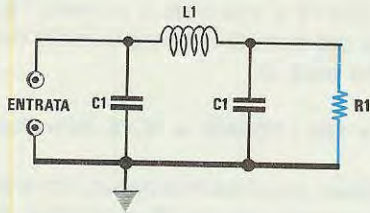

Fig.7 Filtro PASSA-BASSO a Pi-Greco.
### FILTRO PASSA/BASSO a PI-GRECO (vedi fig. 7)
**1° esempio:** In un trasmettitore da **21 MHz** anziché realizzare il filtro **P-Greco** di fig. 7 si desidera usare un filtro a **T**, quindi prendendo sempre come riferimento una frequenza di taglio di **22 MHz**, potrete conoscere il valore della induttanza e del condensatore eseguendo queste due semplici operazioni: